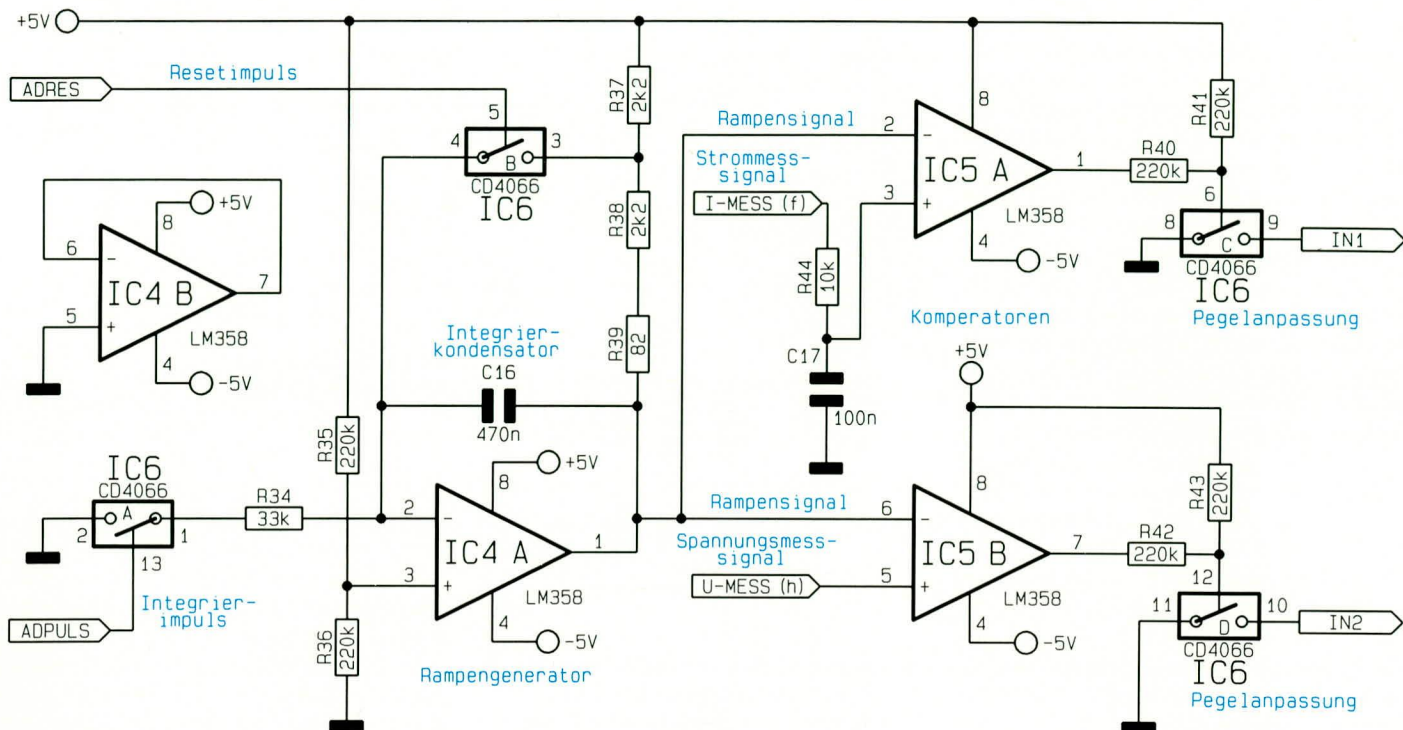

Bild 5: Schaltung des 11 Bit-A/D-Wandler
- AD Wandler (Bild 5)
Nachdem die zu messenden Spannungen verstärkt bzw. abgeschwächt, gleichgerichtet und gesiebt sind, werden sie vom **AD-Wandler (Bild 5)** in einem dem Prozessor verständlichen Binärwert umgesetzt.